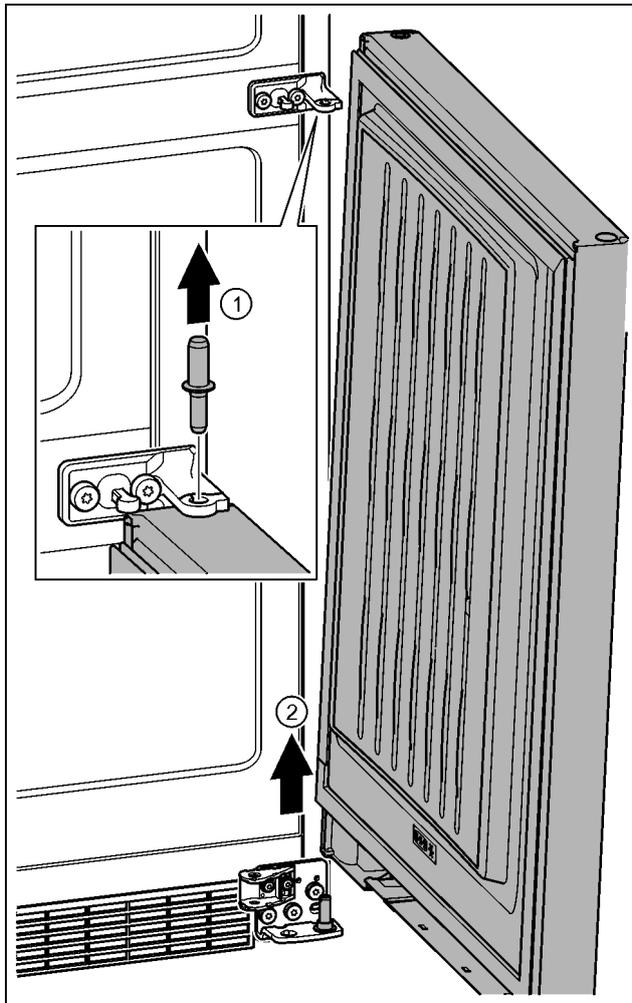

Fig. 24 \*
- ▶ Bolzen nach oben herausziehen. Fig. 24 (1)
- ▶ Tür herausschwenken, nach oben ziehen und beiseite stellen. Fig. 24 (2)